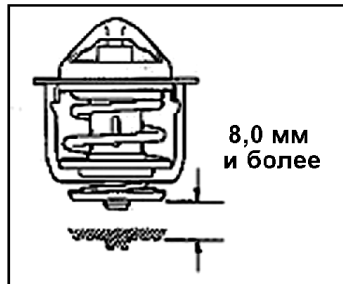

Рис. 120
(2) Погрузите термостат в сосуд с водой и постепенно нагревайте воду;
(3) Проверьте температуру открывания термостата. Она должна составлять 80 - 84°C;
(4) Проверьте высоту подъема клапана термостата (Рис. 120). Высота должна составлять 8 мм при 95°C;